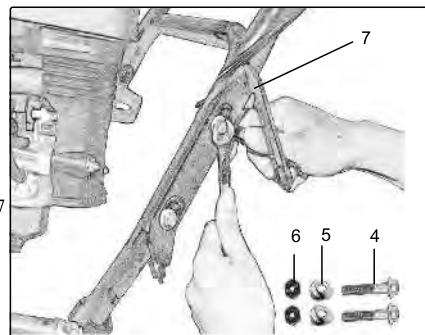

Рис. 3
• Закрепите два винта M8x40 (4), две шайбы (5) и две гайки (6) вместе с кронштейном вала рукоятки вращения желоба (7) с левой стороны. (Рис. 3)